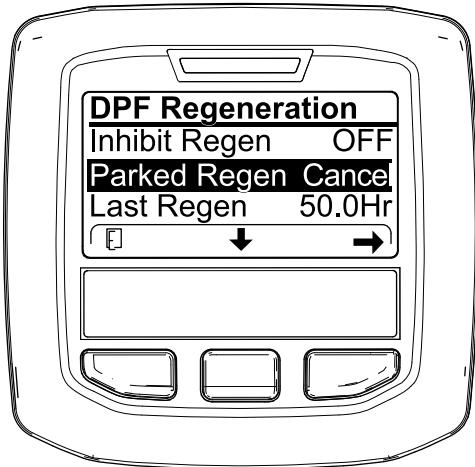
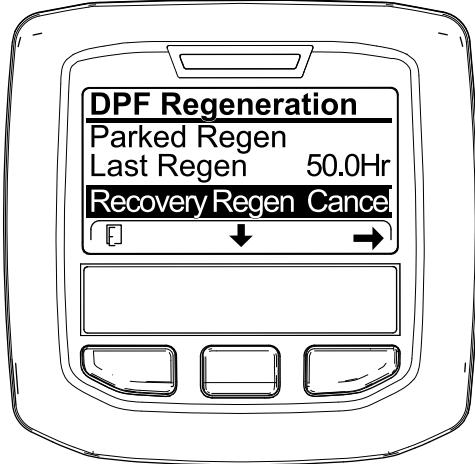

Figura 65
Figura 66
1. Aceda ao menu Regeneração do filtro de partículas de gasóleo (Figura 65).
2. Prima o botão central para ir até à opção CANCELAR REGENERAÇÃO EM ESTACIONAMENTO (Figura 65) ou CANCELAR REGENERAÇÃO DE RECUPERAÇÃO (Figura 66).
3. Pressione o botão direito para selecionar a entrada Cancelar regeneração (Figura 65 ou Figura 66).